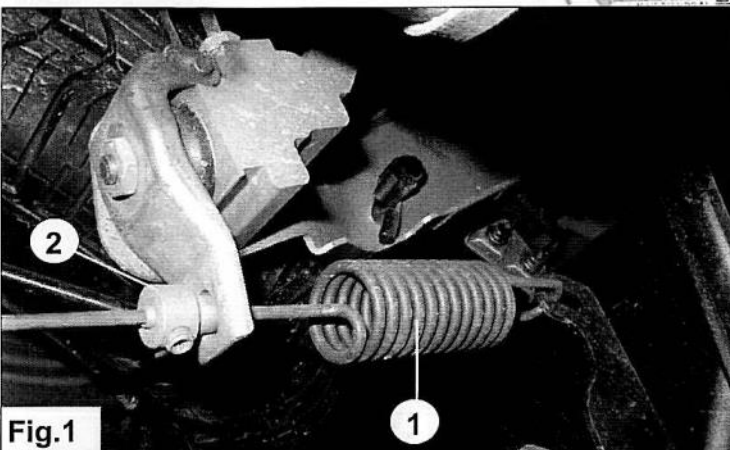

Fig.1
1. Ta av LAV-fjäder 1. Se fig 1.